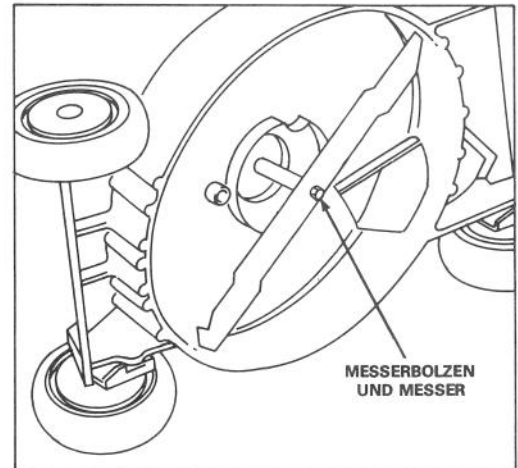

Bild 15
3. Mäher auf seine rechte Seite kippen (Bild 15). Drehen am Messer vermeiden. Startprobleme können sich ergeben.
5. **ENTFERNEN DES MESSERS** — Endstück des Mähmessers mit einem Lappen bzw. einem dicken Handschuh anpacken. Messerbolzen und Messer entfernen (Bild 15).